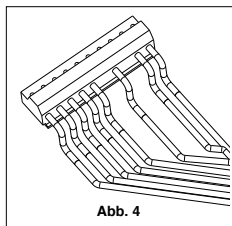

Abb. 4
- Führen Sie die Verbindungen mit den Steuerungssteckern aus (Abb. 4).